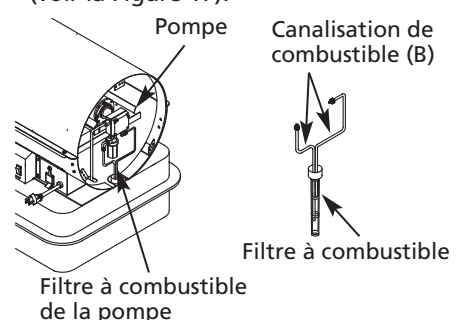

Figure 18 - Déposer le filtre du réservoir à combustible
- Débrancher la canalisation de combustible (B) de la pompe et de son filtre avec une clé de 3/8 po (voir la Figure 18).
- Raccorder les canalisations de combustible (B) à la pompe et à son filtre.